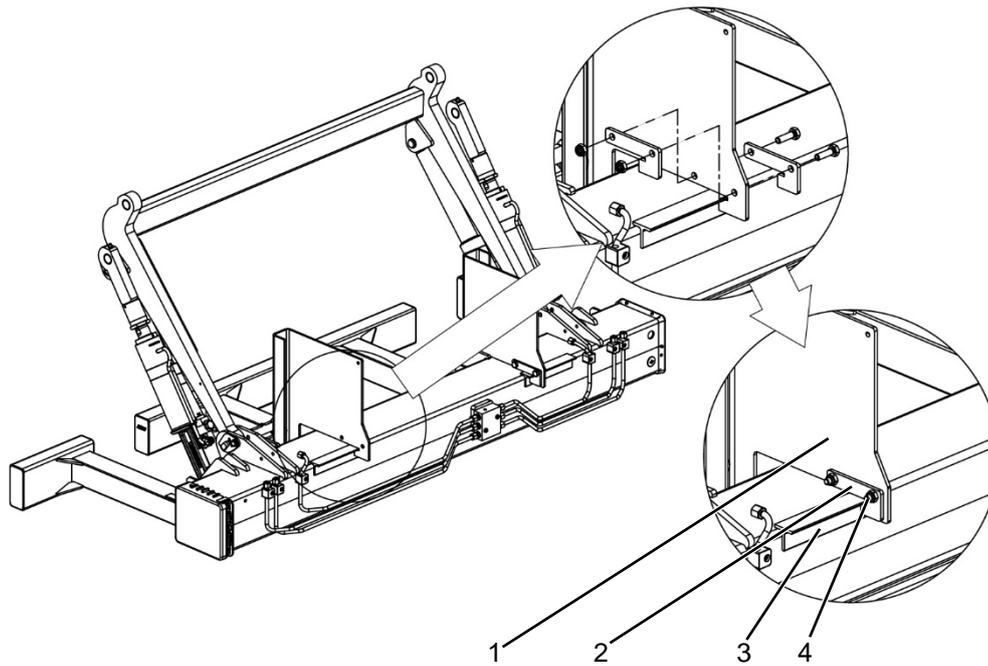

Рисунок 11: Усиление консольных пластин
На подъемно-погрузочных платформах С 1000 S и С 1500 L необходимо усилить консольные пластины при помощи монтажного комплекта (№ арт. 2030247) (см. Рисунок 11, стр. 33).
- ▶ Приложите пластины к консольным пластинам с двух сторон и зацепите их позади тавровых профилей (см. Рисунок 11).